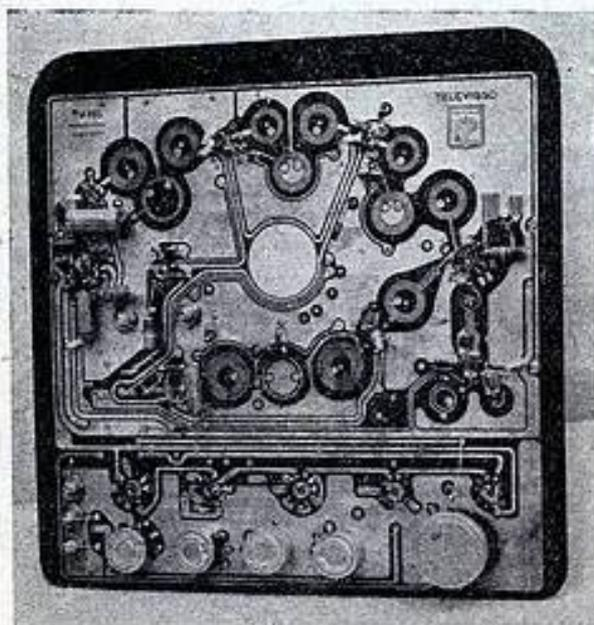

Fig. 1. — Les circuits imprimés présentés par Visseaux.
Lorsque l'on utilise un hétérodyne modulé en amplitude pour aligner un radio-récepteur étage par étage, l'oscillographe agit comme un indicateur de crête d'alignement. Dans ce cas, les bornes d'entrée des plaques de déviation verticales de l'oscillographe sont branchées à travers la bobine mobile du haut-parleur comme l'indique la figure 1. En procédant ainsi, il est possible d'obtenir un alignement très précis.
1) Mettre hors circuit le C.A.V. du récepteur en effectuant temporairement une liaison volante entre les points 15 et 28 (voir schéma figure 1). Supprimer cette liaison dès que l'on aura terminé d'aligner le récepteur. Mettre ce dernier sous tension. Régler le contrôle du volume sonore à la moitié environ de sa course maximum. Accorder le récepteur jusqu'à ce que les armatures mobiles du condensateur variable soient complètement rentrées.
2) Régler l'hétérodyne à MA sur la fréquence intermédiaire (MF) du récepteur, ordinairement 455 kilocycles/sec. ;
4) Relier les bornes d'entrée verticale de l'oscillographe à la bobine mobile du haut-parleur comme l'indique la figure 1.
3) Mettre hors circuit le C.A.V. du récepteur en reliant provisoirement par une liaison volante les points 15 et 28 sur le schéma de la figure 1. Cette liaison volante est à supprimer dès que l'alignement est terminé. Si le récepteur n'est pas un tous courants, la liaison volante doit être branchée entre le point 15 et la masse du châssis.
Le schéma de la figure 1 est celui d'un appareil tous courants alimenté par un simple redresseur. Le C.A.V. est mis hors circuit (voir précédemment parties (1) et (2)) par une liaison volante temporaire court-circuitant les points 15 et — HT (point 28). Dans les récepteurs alternatifs à amplification directe, la liaison volante doit être effectuée entre le point 15 et la masse du châssis.